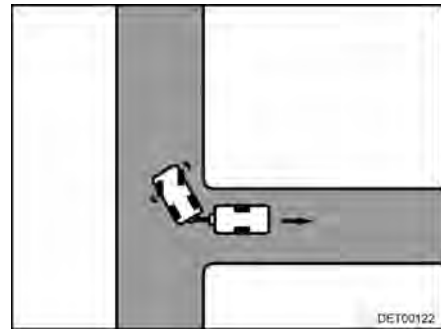

Fig. 16 Girar el volante hacia la derecha
- Girar el volante hacia la derecha y desplazarse hacia atrás con precaución (Fig. 16).